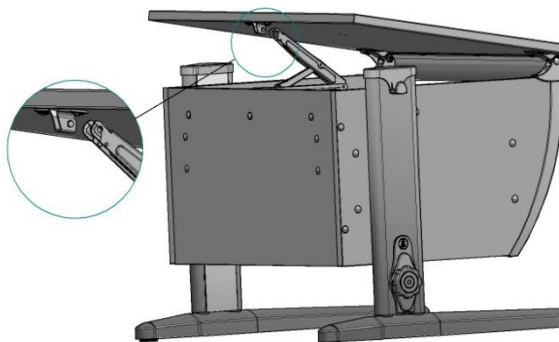

Рис. 24
4.6.2. Фиксатор столешницы Multiflex верхней частью ввести в кронштейн верхний, согласно рис. 24; 24а.
Рис. 24а
4.6.7. Фиксатор столешницы Multiflex верхней частью ввести в кронштейн верхний, согласно рис. 24; 24а.